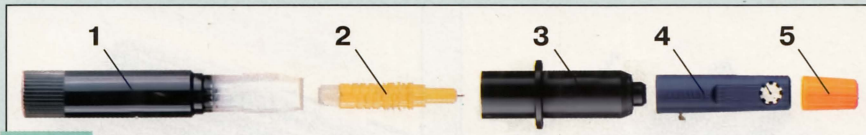

Рис. 11
Как отмечалось в первой части статьи, пишущие узлы (ПУ) универсальны и подходят к перьевым плоттерам любого типа. Это достигается с помощью адаптеров, имеющих стандартную резьбу, в которую ввинчивают ПУ. Их часто называют переходниками, плунжерами или (что совершенно неправильно) картриджами. Комплект, показанный на рис. 11, обычно называют многообразным рапидографом. Он состоит из собственно адаптера (3), резервуара для туши (1) и двух защитных колпачков: постоянного (4) с двойной системой изоляции и временного (5), используемого при коротких перерывах в работе. В адаптер ввинчивают ПУ (2).
служит фигурное отверстие в колпачке (см. рис. 11). Иногда вместо этого достаточно нажать на специальную крышку и услышать характерный щелчок прокалывания резервуара. После этого, встряхнув пару раз спринтпен отверстием вниз и прочертив от руки короткую линию, можно вставлять его в плоттер. При кратковременных паузах в работе наконечник можно закрывать колпачком от адаптера, но при продолжительных перерывах необходимо пользоваться специальным, с двойной изоляцией. Хранят спринтпены в горизонтальном положении.